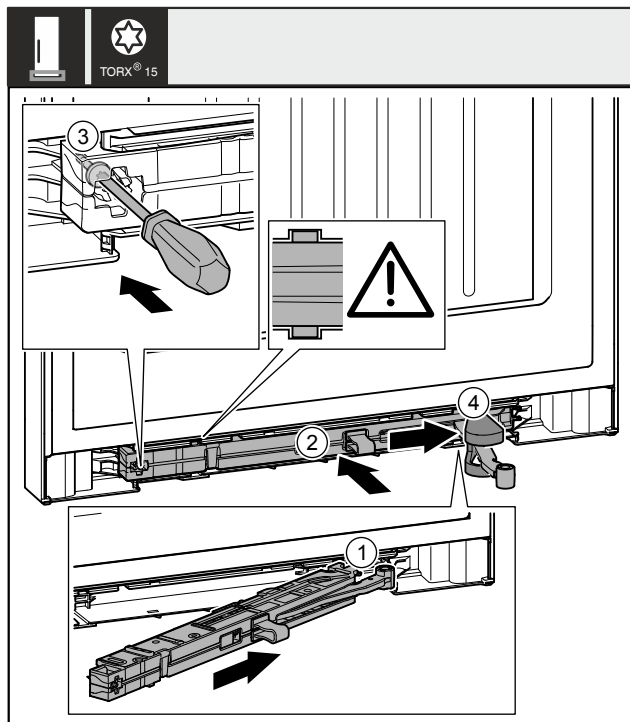

Fig. 49
- ▶ Вставьте узел амортизатора закрывания двери Fig. 49 (1) в выемку со стороны опорного кронштейна под наклоном до упора.
- ▶ Полностью вставьте узел амортизатора закрывания двери Fig. 49 (2) в выемку.
- ▶ Затяните винт Fig. 49 (3) отверткой.
- ▶ Переместите крышку Fig. 49 (4) над шарниром.